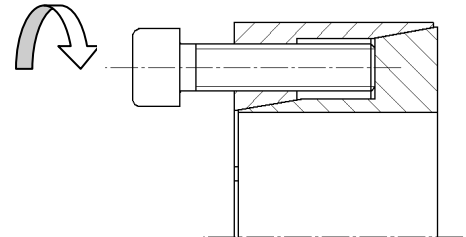

Bild 5) Lösen des Spannsatzes
- Spannschrauben in die Abdrückgewinde des Innenringes (Bauteil 2) einschrauben (siehe Bild 5)